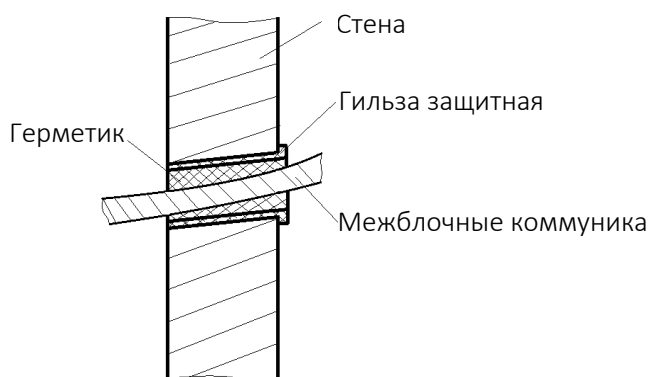

Рис.2.23
- После прокладки межблочных коммуникаций в отверстии стены зазор в стене необходимо герметизировать с помощью раствора бетона, шпатлевки монтажной пены (рис.2.23).